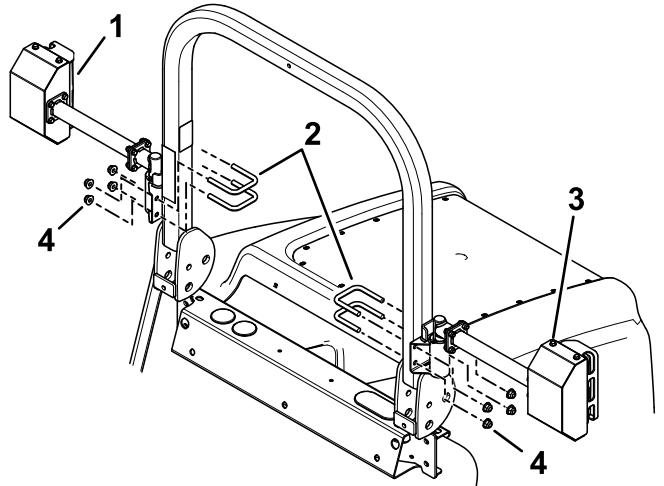

Bild 7
1. Befestigen Sie das linke und rechte Rücklicht mit vier U-Bügeln und vier Bundmuttern ($\frac{3}{8}$ "") (Bild 7). Achten Sie darauf, dass Sie den Aufkleber nicht verdecken.